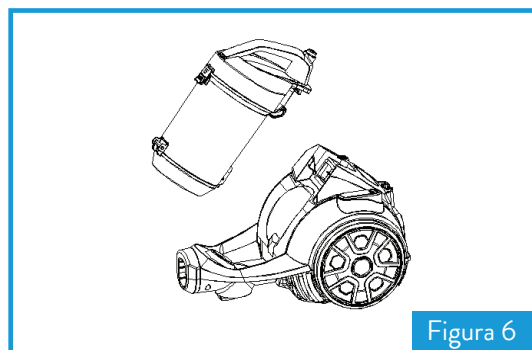

Figura 6
1. Como muestra la figura 6, sostenga el recipiente para la basura por el mango y presione el botón de liberación.